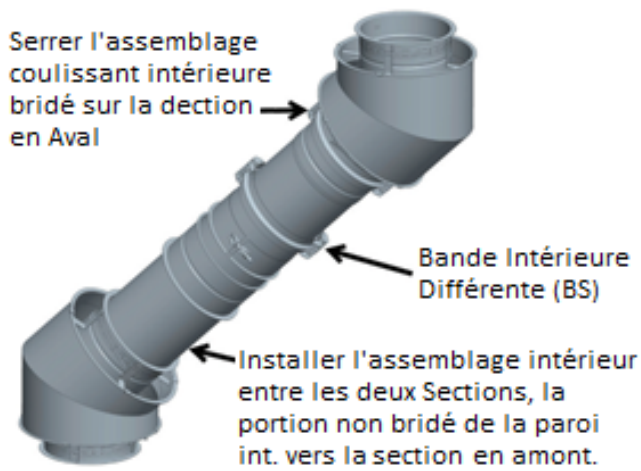

Figure 36 - Étape 4-5 - Installez le LV interne et fixez la bride d'extrémité de sortie
Étape 5 - Assemblez la paroi intérieure coulissante de l'extrémité de sortie à la section d'extrémité de sortie en tant que section régulière (voir la section ASSEMBLAGE DE SECTIONS (DSLS)). Voir figure 36.